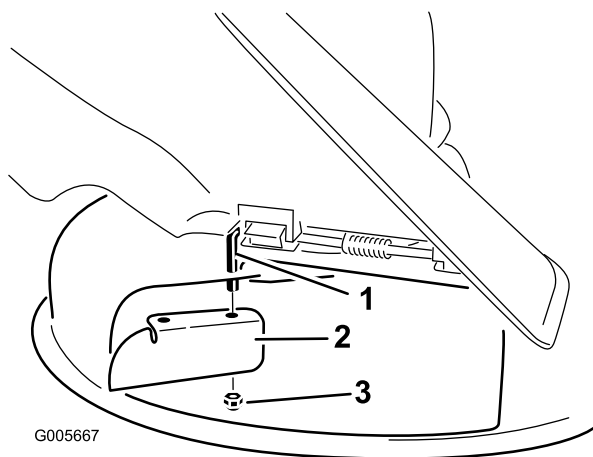

Figura 24
7. Instale o abafador de corte na haste de articulação exposta (Figura 24).
- Retire o abafador de corte da plataforma do cortador (Figura 24).